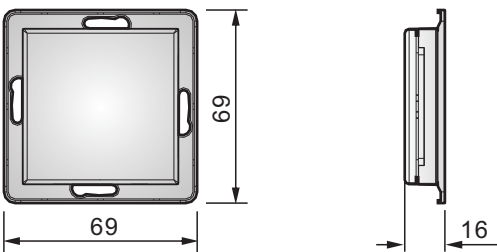

fig.1
3.1 Dimensioner: 69 x 69 x 16 mm (se fig.1)